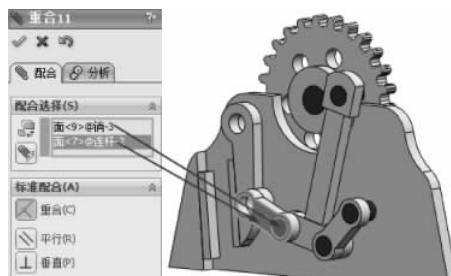

图 3-160 重合配合
(23) 继续进行配合约束,选择【标准配合】选项组下的【重合】配合类型  ,在【要配合的实体】选择框  中选择如图 3-160 所示的面,其他保持默认,单击【确定】按钮  ,完成重合配合。